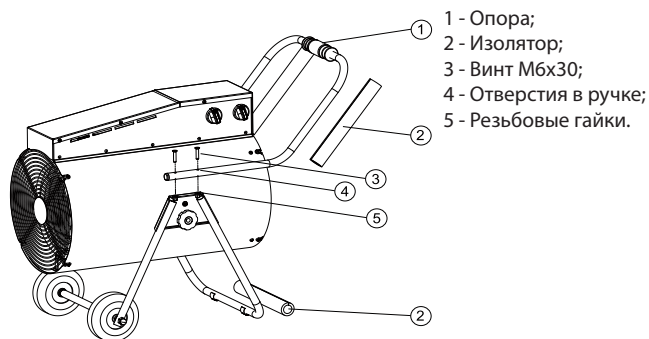

Рис. 8
После монтажа колесной оси установить тепловую пушку на опору (Рис. 7). Отверстия (4) на ручке (1) со вмести с резьбовыми гайками (5) на колесной опоре и закрутить винты (3). Снять транспортировочные изоляторы (2). Прибор готов к использованию. (Рис.8)